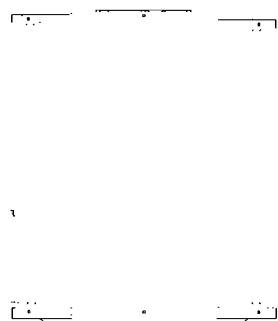

Fig. 6-5
- Distanța minimă dintre unitatea de exterior și obstacolele prezentate în graficul de instalare nu înseamnă că se aplică situației unei încăperi etanșe. Lăsați deschise două din trei orificii (M,N,P) (Consultați Fig.6-5)